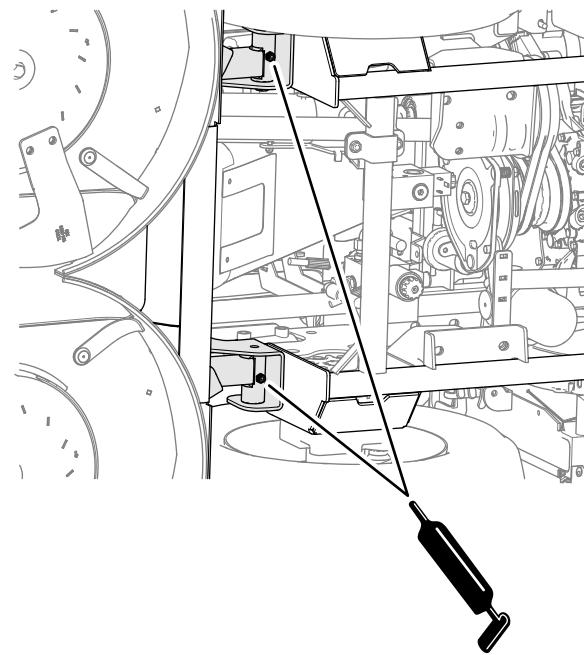

Figura 45
- Punti di rotazione del braccio di sollevamento del piatto (Figura 45)